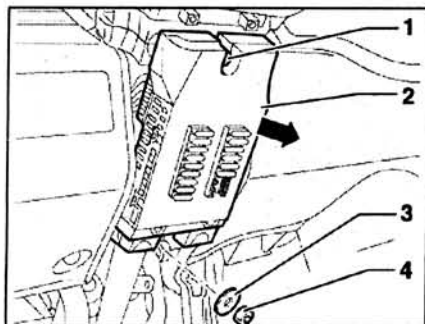

Рис. 6.5. Открутите гайку 4, снимите шайбу 3, открутите болт 1 и отсоедините блок реле и предохранителей 2.
8. Открутите гайку 4, снимите шайбу 3, открутите болт 1 и отсоедините блок реле и предохранителей 2 (рис. 6.5).